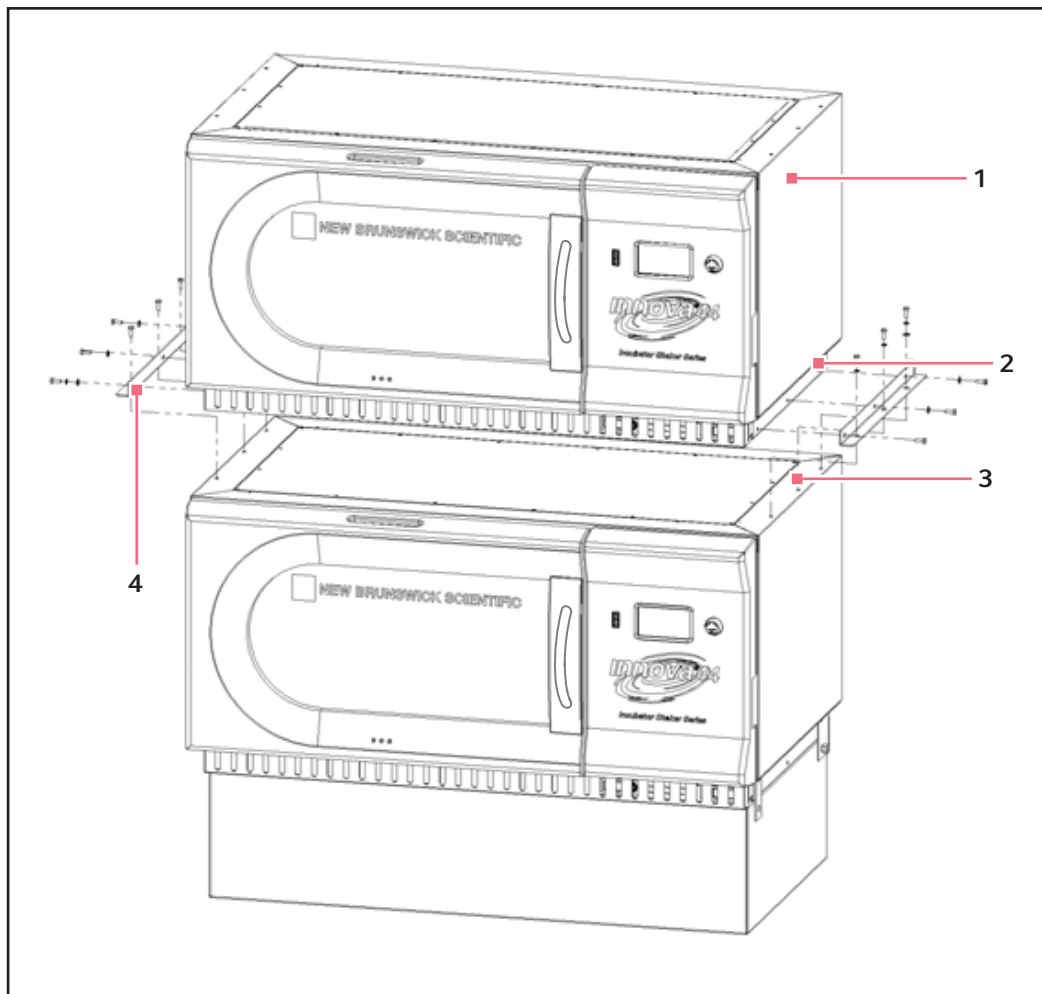

Рис. 6-5: Установка установочного комплекта Innova 44/44R
3. Как показано на рисунке ниже (см. рис. 6-5 на стр. 27), снимите установочные винты с верхней части нижнего прибора, расположенные с двух сторон, и установочные винты (из обеих сторон прибора, предназначенного для установки на другой), соответствующие монтажным кронштейнам.
4. Закрепите монтажные кронштейны установочного комплекта к верхней части нижнего прибора винтами и шайбами из комплекта поставки. Зафиксируйте кронштейны на месте, как показано на рисунке (см. рис. 6-5 на стр. 27).